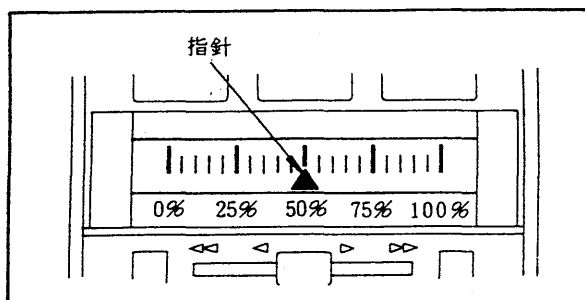

図 6.4 出力指示計の親目盛
- (3) 指示値がズレている場合には、図 6.4 の要領でゼロ点調整ねじを調整，指針を親目盛に合わせます。
- (4) 出力指針が各々左端の親目盛，左から2番目の親目盛，右から2番目の親目盛，右端の親目盛になるよう設定します。このとき出力が，4mA, 8mA, 16mA, 20mA になることを確認します（許容差は $\pm 2.5\%$ ）。このとき視線は目盛板に対して，垂直になる位置で確認します。
- (5) (4)項で許容差を外れる点がある場合は，再び(2)項にもどり，指示値を許容差の範囲で，わずかに調整します。
- (6) (4)項と同様のチェックを行ない，全点が許容値内に収まるまで，(4)項と(5)項を繰り返し行ないます。